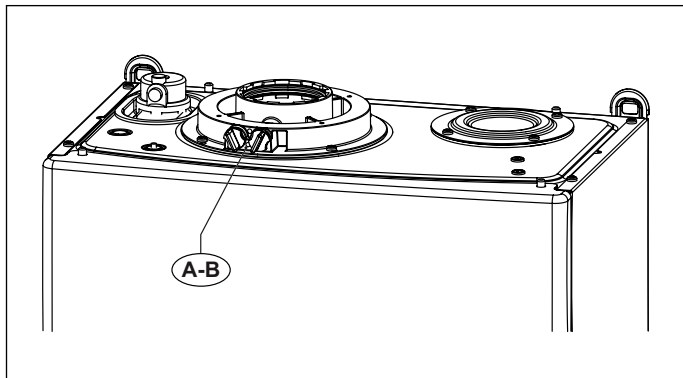
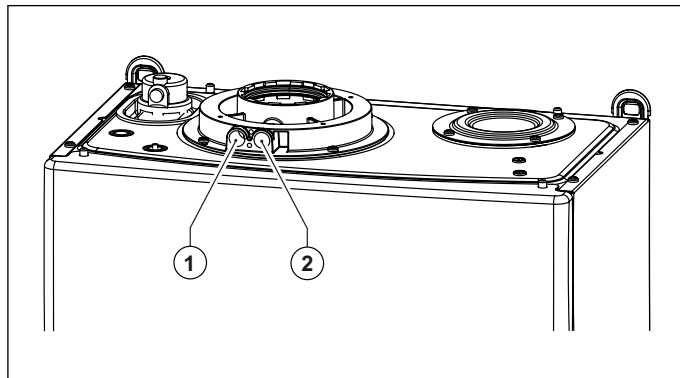

Рис. 15 Положення заглушок
Рис. 16 Положення отворів
На котлі є патрубок для підключення до системи забору повітря/димовідведення (дивись Рис. 15 Положення заглушок та Рис. 16 Положення отворів).
В патрубку передбачено два отвори для прямого доступу до повітря, що йде на згоряння, та до димових газів (дивись Рис. 16 Положення отворів).
Для проведення вимірів необхідно зняти заглушки **A** та **B** з отворів на патрубку (дивись Рис. 15 Положення заглушок).
- замір температури повітря що йде на горіння **1** (дивись Рис. 16 Положення отворів).
- замір температури димових газів та вмісту CO₂ в спеціальному отворі **2** (дивись Рис. 16 Положення отворів).